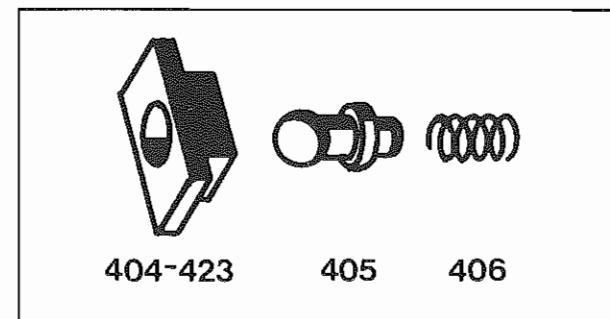

Fig. 25 - Gruppi Sets
- Incollare insieme con grasso i gruppi ciascuno formato da 1 molla di compressione (**406**) 1 perno sferico (**405**) ed un pressore (**423**) (il perno sferico deve alloggiare nel pressore come mostra la **Fig. 25**).
- Glue one compression spring (**406**), one ball pin (**405**) and one thrust piece (**423**) together with grease (ball pin seated in thrust piece as shown in **Fig. 25**).